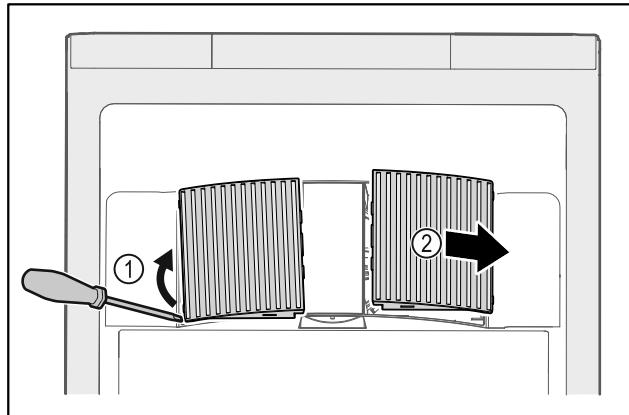

Fig. 154
- Lirk ut ventilatordekslene fra siden Fig. 154 (1), og ta dem ut forever Fig. 154 (2).